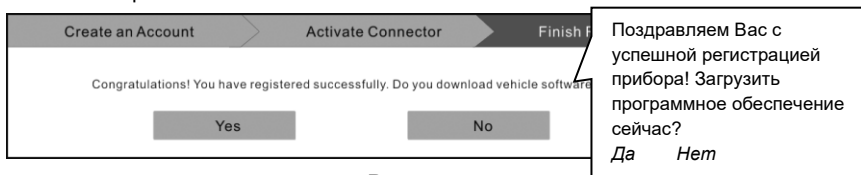

Рис. 4-6
Нажмите кнопку «**Activate**» (активировать), отображается диалоговое окно, как показано на рис. 4-6.
1. На рис. 4-6 нажмите «Yes», чтобы продолжить обновление диагностических программ.